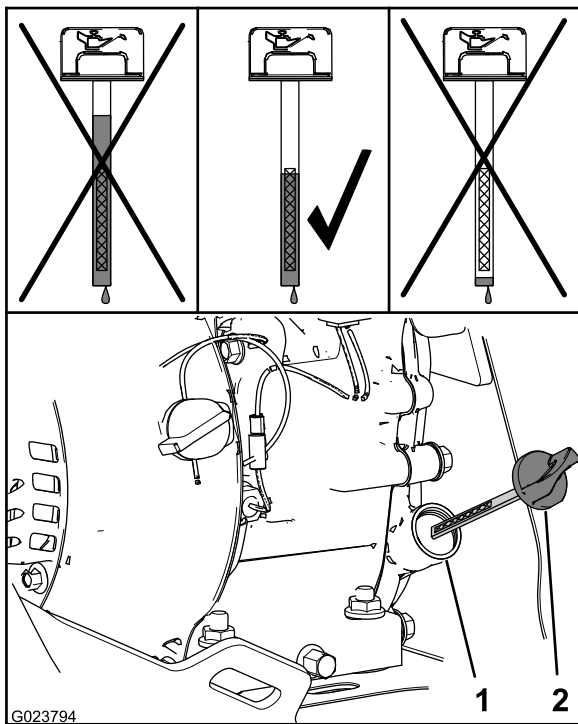

Figure 25
- Sortez de nouveau la jauge et contrôlez le niveau d'huile (Figure 25).
Remarque: Le niveau d'huile doit atteindre le haut du repère sur la jauge (Figure 25).
- A. Versez de l'huile spécifiée dans le goulot de remplissage (Figure 25).